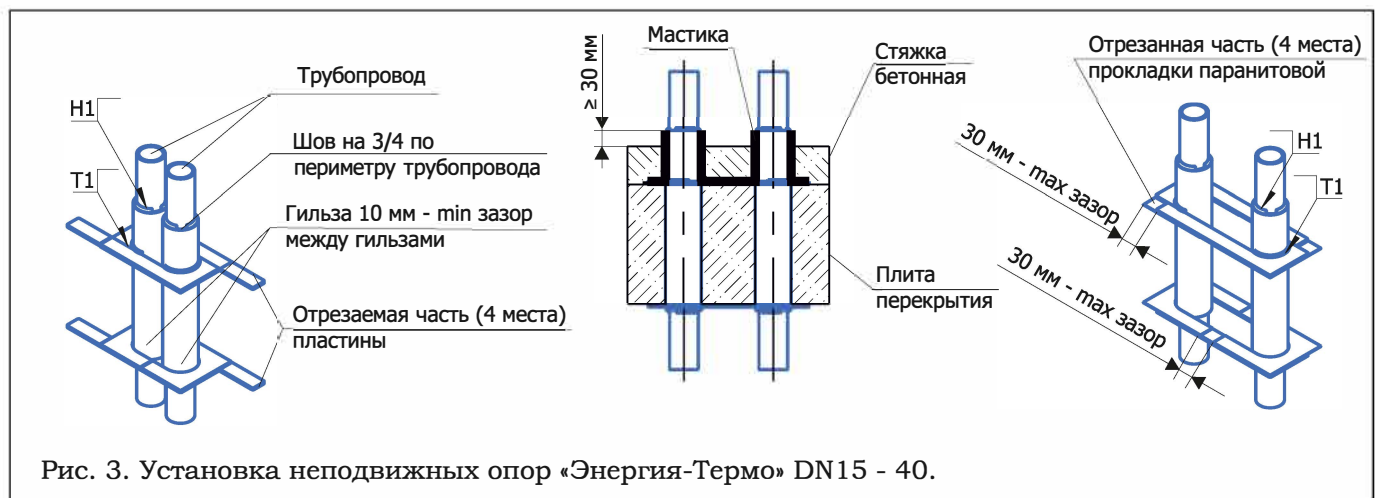

Рис. 3. Установка неподвижных опор «Энергия-Термо» DN15 - 40.
3. Установить паронитовые прокладки. Для двойных неподвижных опор (для двух трубопроводов) при межосевом расстоянии, отличном от нейтрального, допускается разрезать паронитовые прокладки в соответствии с рис.3 (стр. 36).
5. Предельные межосевые расстояния между двумя трубопроводами приведены в таблице 6 (стр. 37). Максимальное допустимое расхождение пластин на расстояние не более 30 мм относительно нейтрального положения в соответствии с рис.3 (стр. 36). Минимальное допустимое смыкание пластин до расстояния между гильзами 10 мм, при этом, по необходимости, допускается отрезать выступающие части опорной и ответной пластин (см. рис.3 на стр. 36).